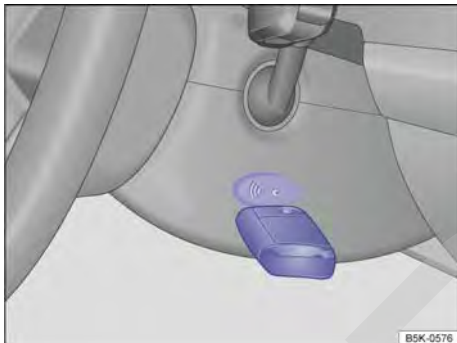

Fig. 92 A la derecha en la columna de dirección: función de arranque de emergencia en vehículos con sistema de bloqueo y de arranque Keyless Access sin llave.
- Mantener la llave del vehículo directamente después de presionar la tecla de arranque a la derecha de la columna de dirección → fig. 92.